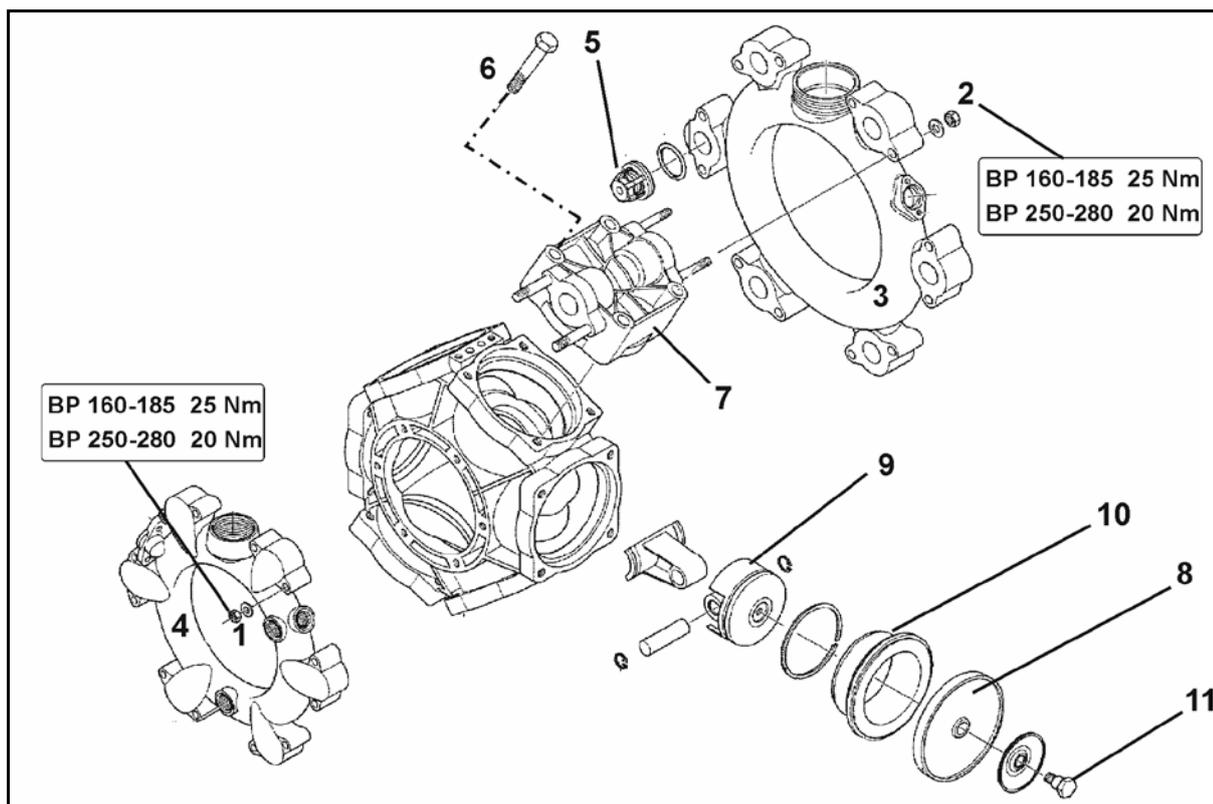

図 185
- 少なくとも年に1度ピストンダイヤフラム (図 185/8) を取り外し、完璧な状態にあるかどうか点検してください。
- バルブアセンブリ (図 185/5) を取り外す前に、吸込側と吐出側のバルブの各取り付け位置に注意してください。
- 1つのピストンダイヤフラムだけに歪み、破裂、穴が見つかった場合でも、原則としてすべてのピストンダイヤフラム (図 185/8) を交換してください。
2. ナット (図 185/1、2) を外します。
3. 吸込管と圧力管 (図 185/3 と 図 185/4) を取り外します。
4. バルブアセンブリ (図 185/5) を取り外します。
5. ねじ (図 185/6) を外してください。
6. シリンダーヘッド (図 185/7) を取り外します。
7. ピストンダイヤフラム (図 185/8) を点検します。
- シリンダーヘッド側 (図 185/7) でリムが見えるように、ワッシャーとネジ (図 185/11) でピストンダイヤフラム (図 185/8) をピストン (図 185/9) に固定してください。
- ナット (図 185/1、2) は必ず対角線の順に規定トルクで締め付けてください。ナットの締め付けが不適切だと、歪みが生じ、漏れの原因となります。
1. ねじ (図 185/11) を外し、ピストン (図 185/9) からピストンダイヤフラム (図 185/8) とサポートプレートを取り外します。
3. ポンプハウジングからシリンダー (図 185/10) を取り出します。
6. シリンダー (図 185/10) を元のようにポンプハウジングに取り付けます。
7. ピストンダイヤフラム (図 185/8) を取り付けます。
8. シリンダーヘッド (図 185/7) をポンプハウジングにフランジで取り付け、各ねじ (図 185/6) を対角線の順で均一に締め付けます。
9. テストと清掃後に、バルブアセンブリ (図 185/5) を取り付けます。
11. 吸込管 (図 185/3) と圧力管 (図 185/4) をポンプハウジングにフランジで固定します。
12. ナット (図 185/1、2) を **25 Nm (BP 160-185) / 20 Nm (AR 250-280)** のトルクで対角線の順に締め付けます。